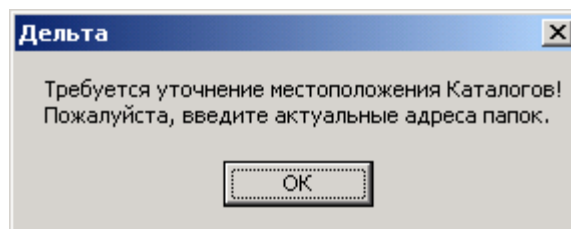
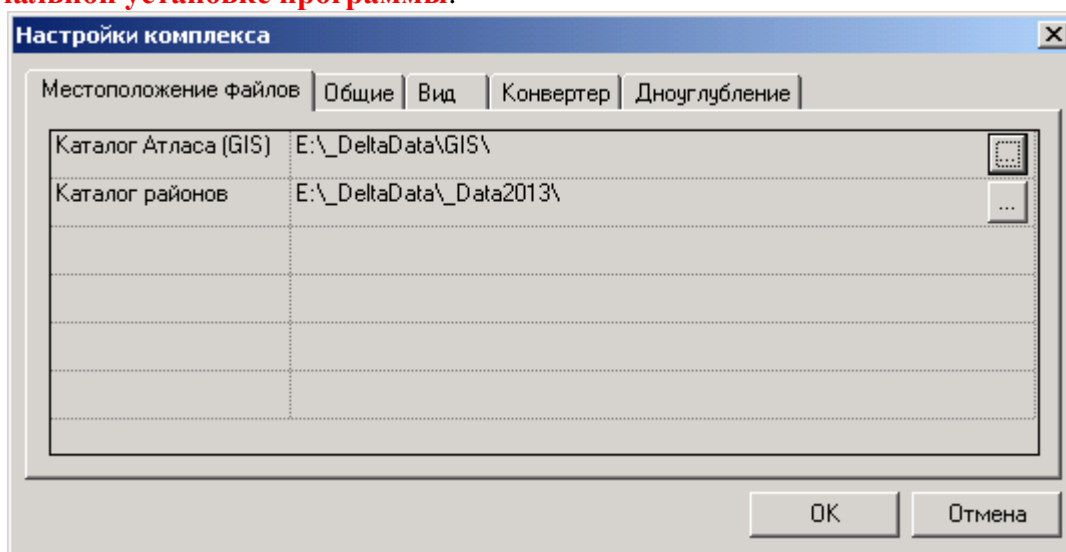
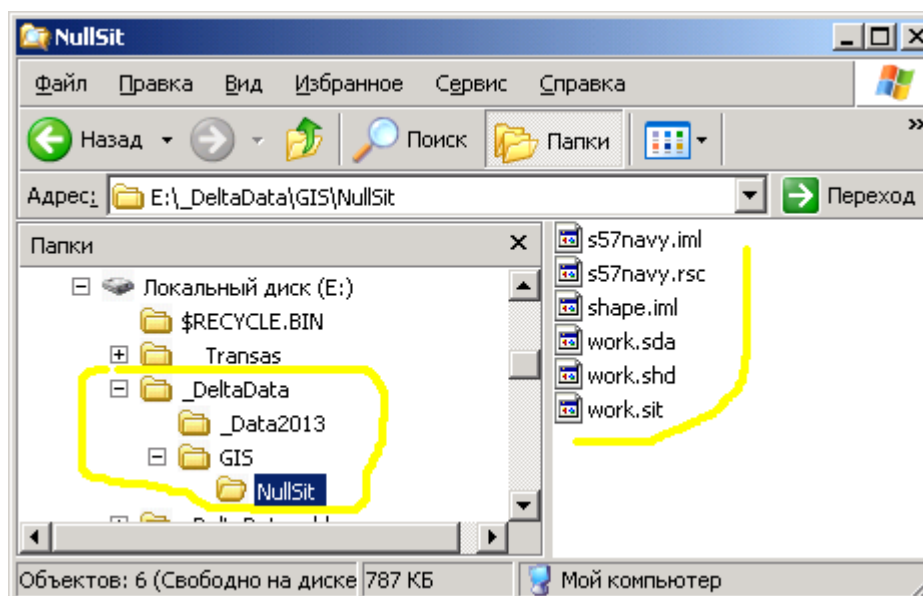

Рисунок 5.2.2 – Сообщение при первом запуске программы, требующее ввода имен рабочих папок (каталогов)
Рисунок 5.3 – Вид окна настройки программы с адресами местоположения ключевых папок.
Рисунок 5.4.2 – Указание папок для хранения данных, используемых комплексом.
При начальном запуске программы, после ее установки на компьютер, самым первым будет выведено сообщение (рис. 5.2.2.), информирующее пользователя о необходимости указания местоположения папок, требуемых для работы программы.
- последним этапом начальной настройки системы будет указание созданных выше папок в программе. Для этого пользователь нажимает кнопку «ОК» (рис. 5.2.2) и в открывшемся окне (рис. 5.3) с помощью кнопок [...] указывает местоположение двух внутренних папок **GIS** и **\_Data2013** (лежащих внутри **\_DeltaData**).
На рисунке 5.4. показан процесс выбора местоположения созданных пользователем папок, это окно появляется после нажатия кнопок  см. рис. 5.3. После указания местоположения папки с атласом (папки GIS) программа автоматически разместит в ней служебную папку NullSit с набором файлов, см. рис. 5.4.2. С папкой GIS и ее содержимым пользователь напрямую не работает.
После нажатия кнопки «ОК» (см. рисунок 5.3) окно программы примет вид, представленный на рисунке 5.2.
Как уже отмечено выше, **при первом запуске программы**, после ее установки на компьютер, на экране появится форма с настройками параметров комплекса, см. рисунок 5.3. В этом случае оператору необходимо указать актуальный путь размещения Каталога данных. Если этой папки еще нет, то ее необходимо предварительно создать вручную.